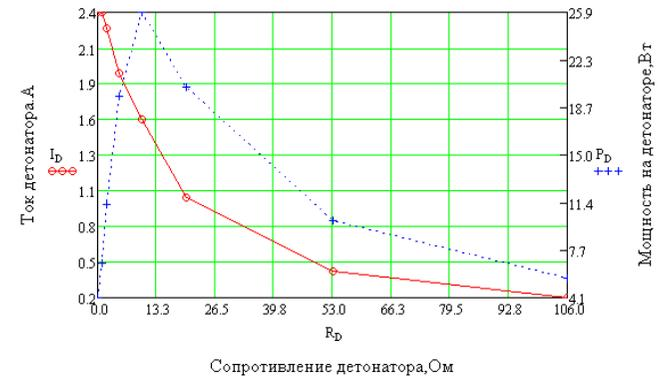

Рисунок 1. Зависимость тока на выходе ПУСК от сопротивления нагрузки (детонатора), подключенной к этому выходу.
- ток на выходе линии пуска, при сопротивлении нагрузки 1 Ом, не менее, А (см. рис.1 стр.19 )	2,4